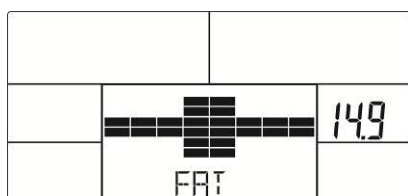
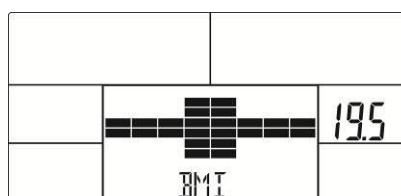

Fig. 23
Fig. 24
4. Skärmen visar sedan BODY FAT-symbolen, användarens fettprocent (fig. 23) och BMI-värde (fig. 24) i 30 sekunder.